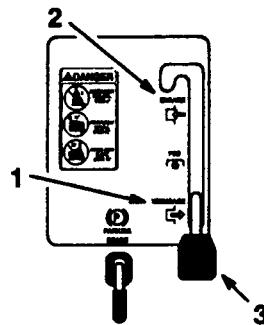

Fig. 9
3. Spostate il comando della lama (PDF) in posizione di disinnesto "DISENGAGED" (Fig. 9).